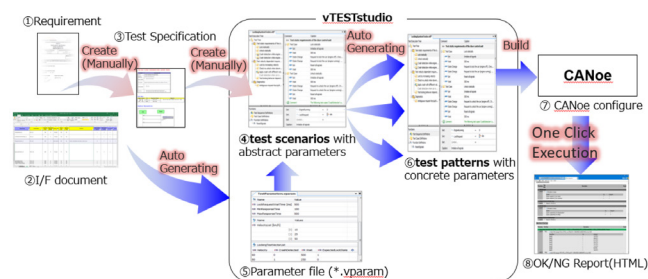

図 4. テスト仕様およびインターフェイスドキュメントからテスト実行までのファイルの流れ
同社におけるテスト実行の流れを要約したものを図 4 に示します。図にあるように、まずテスト要件①からテスト仕様③を作成し、続いてテストシナリオ④を作成。並行して、OEM から提供されたインターフェイスドキュメント②から内製ツールを使ってパラメーターファイル⑤を自動的に生成し、テストシナリオ④とパラメーターファイル⑤を vTESTstudio でコンパイルして実行用テストパターン⑥を作成したのち、CANoe 上で実行して⑦、最後にレポート⑧を出力する、というのが一連の流れです。